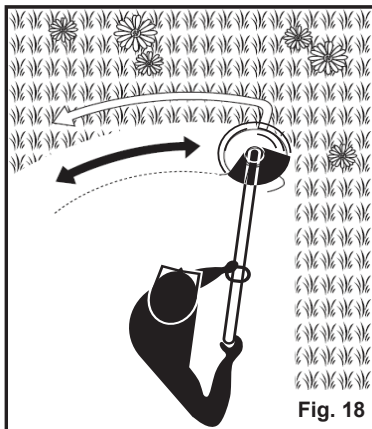

Fig. 18
6. Travaillez en rythme. Tenez-vous fermement, les pieds écartés. Coupez de droite à gauche pour que les débris soient rejetés loin de la tête de coupe (Fig. 18).